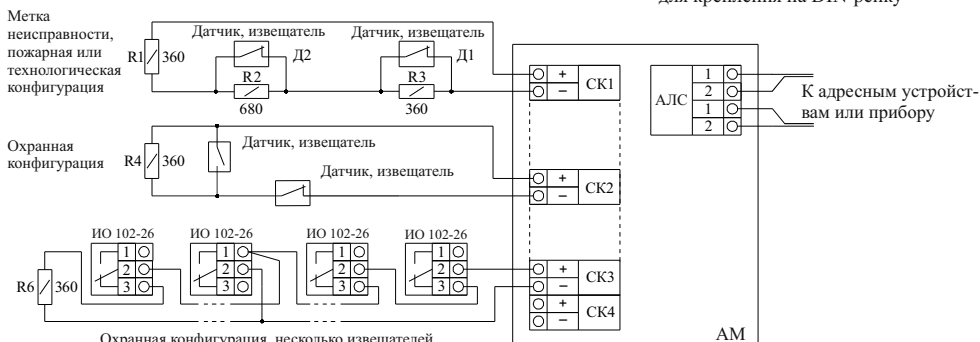

Рисунок 4
- б) конфигурация – «Пожарная», «Технологическая», «Метка неисправности» (рисунок 4, схема подключения)
к СК1), пример конфигурации «Охранная» (рисунок 4, схема подключения с двумя контактными датчиками к СК2, с несколькими контактными датчиками, например, ИО 102-26 к СК3);